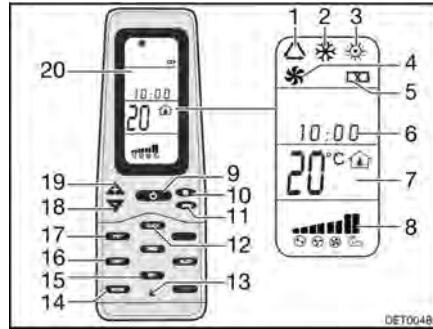

Fig. 169 Mando a distancia
- Pulsar la tecla ON/OFF (Fig. 169,9).
- Pulsar la tecla "Mode" (Fig. 169,11) las veces que sean necesarias hasta que se visualice el modo de funcionamiento deseado (Fig. 169,1, 2, 3 ó 4) en el display (Fig. 169,20).
- Ajustar la temperatura deseada con las teclas "+" (Fig. 169,19) y "-" (Fig. 169,18).
- Seleccionar la etapa deseada del ventilador con la tecla Velocidad del ventilador (Fig. 169,10).